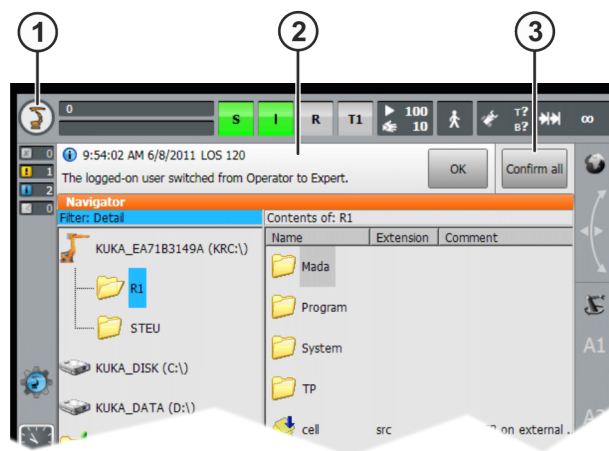

Fig. 5-3: Fenêtre de messages
6. Dans la fenêtre de messages, confirmer avec le bouton **Tout OK** tous les messages pouvant être acquittés. (>>> Fig. 5-3)